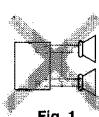
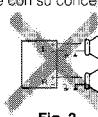
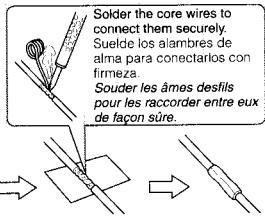

Fig. 1
Fig. 2
Fig. 3
- (3) Rouge: à la prise accessoire
- (4) Autres fils: aux enceintes
- (5) Bleu à bandes blanches: à l'antenne automatique (200mA max.)
- (6) Orange avec bande blanche: à l'interrupteur d'éclairage de la voiture
- If the speaker wiring in your car is as illustrated in Fig. 1 and Fig. 2 below, DO NOT connect the unit using that original speaker wiring. If you do, the unit will be seriously damaged. Redo the speaker wiring so that you can connect the unit to the speakers as illustrated in Fig. 3.
- If the speaker wiring in your car is as illustrated in Fig. 3, you can connect the unit using the original speaker wiring in your car.
- Si el conexionado de altavoz de su automóvil es como se indica en las Figs. 1 y 2 de abajo, NO conecte la unidad utilizando ese conexionado de altavoz original. Si lo hace, se producirán daños graves en la unidad. Vuelva a efectuar el conexionado de altavoz de manera que pueda conectar la unidad a los altavoces de la manera indicada en la Fig. 3.
- Si el conexionado de altavoz de su automóvil es como se indica en la Fig. 3, podrá conectar la unidad utilizando el conexionado de altavoz original de su automóvil.
- Si le câblage des enceintes de votre voiture est réalisé comme montré sur la Fig. 1 ou Fig. 2 ci-dessous, NE CONNECTEZ PAS l'appareil en utilisant ce câblage original d'enceintes. Si vous le faites, l'appareil sera sérieusement endommagé. Recommandez le câblage des enceintes de façon que vous puissiez connecter l'appareil aux enceintes comme montré sur la Fig. 3.
- Si le câblage des enceintes de votre voiture est comme montré sur la Fig. 3, vous pouvez connecter l'appareil en utilisant ce câblage original d'enceintes pour votre voiture.